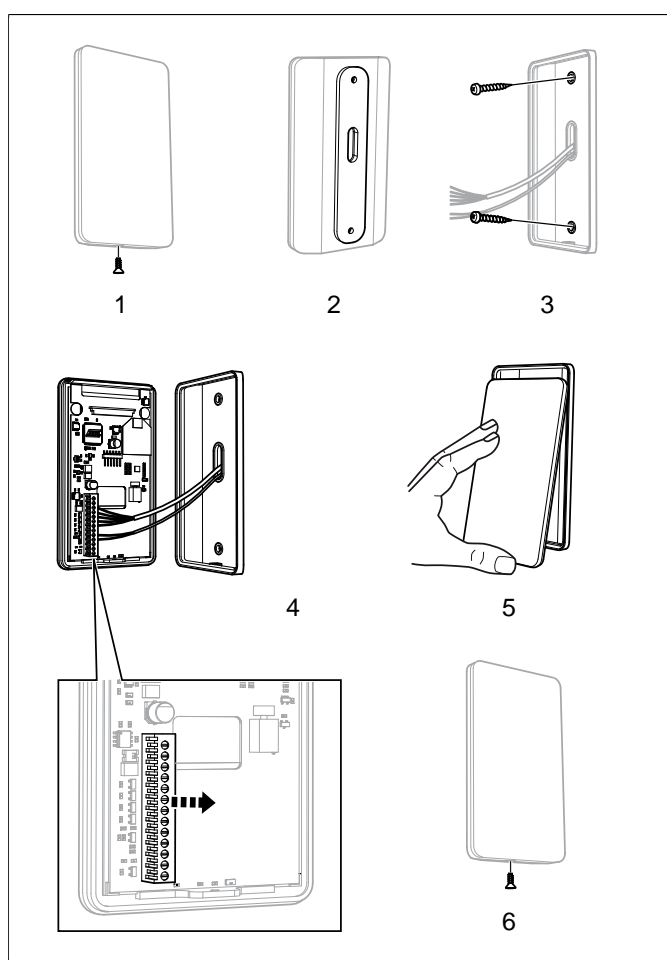

Fig 15: Montage du panneau de commande
1. Desserrer la vis de fixation et séparer le panneau de sa partie arrière (cf. **Fig 15**, page 7 n° 1).
2. Coller la baguette d'étanchéité sur la partie arrière du panneau (cf. **Fig 15**, page 7 n° 2).
3. Mettre en place la partie arrière, en veillant à ce que les câbles passent dans l'ouverture prévue à cet effet. Remarque : le logement de la vis de fixation doit se trouver sur le bord inférieur (cf. **Fig 15**, page 7 n° 3).
4. Fixer les câbles au rack par vissage, en suivant le schéma de raccordement (cf. **Fig 15**, page 7 n° 4). Pour faciliter le raccordement, le rack oblong peut être détaché de la carte électronique lorsque l'on y insère les câbles. Retirer le rack en le gardant droit. Éviter de le secouer, sous peine d'endommager les broches (cf. **Fig 15**, page 7 Schéma détaillé).
5. Mettre en place la vitre de protection du panneau de commande et la maintenir (cf. **Fig 15**, page 7 n° 5).
6. Serrer la vis de fixation située sur le bord inférieur (cf. **Fig 15**, page 7 n° 6).